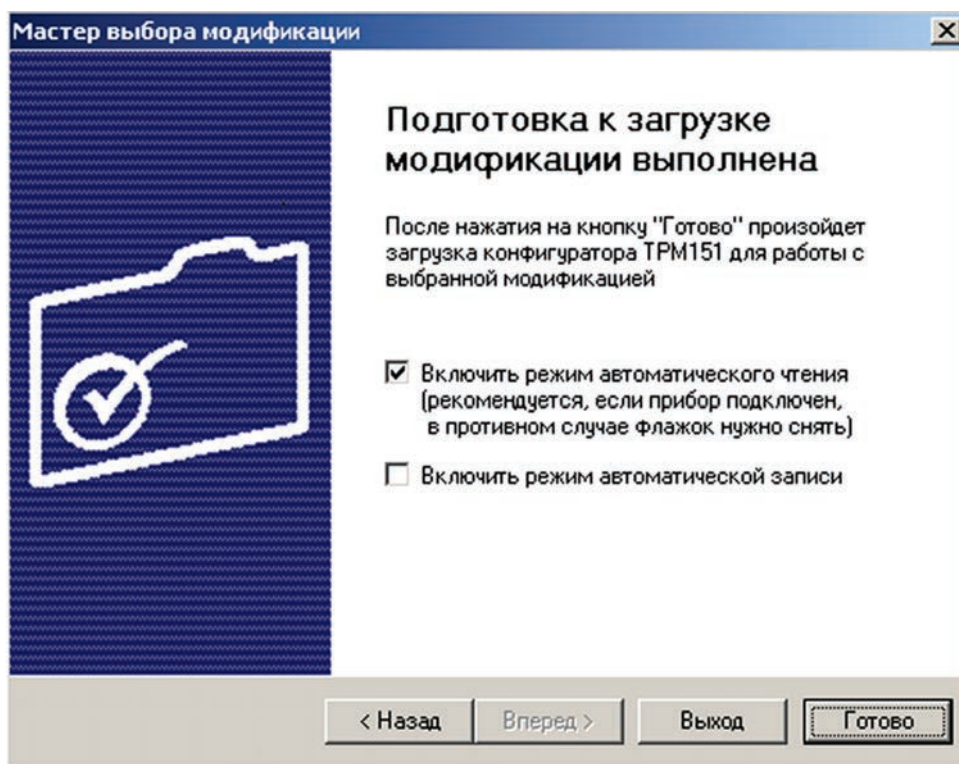

Рисунок 11.4 – Мастер выбора конфигураций. Окно подготовки к загрузке модификации
- Открывается окно, завершающее подготовку к созданию Конфигурации (рисунок 11.4).